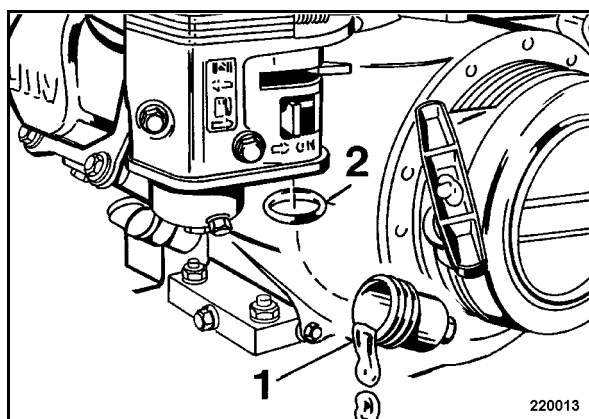

рис. 51
- При закрытом топливном кране выкрутить фильтр осадка на дне бака 1 (рис. 51) и промыть в топливе.
- Плотно вкрутить фильтр осадка на дне бака с учетом уплотнительного кольца круглого сечения (2).